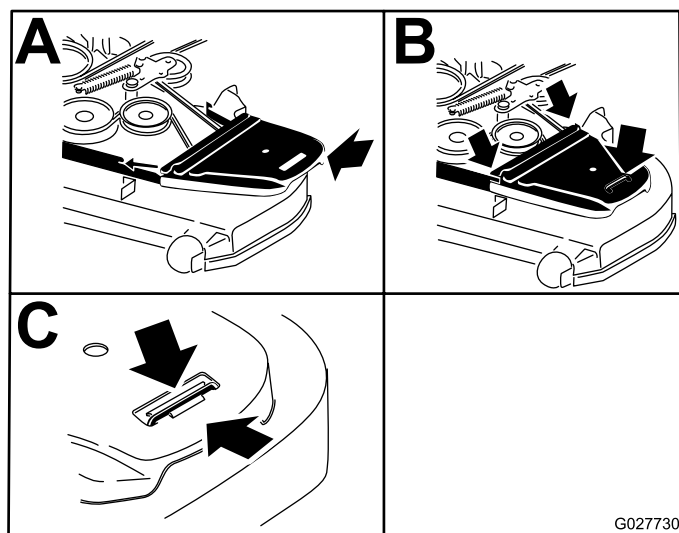

**Figuur 61**
6. Verwijder de spanpoelieveer van de maaidekhaak met een veerverwijderaar (Toro onderdeelnummer 92-5771) om de spanning op de spanpoelie te verwijderen (Figuur 61).
8. Leg de nieuwe riem rond de maaipoelies (Figuur 61).
9. Monteer de spanpoelieveer op de maaidekstang (Figuur 61).